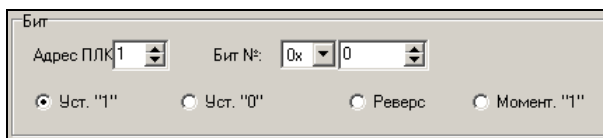

Рис. 4.9. Параметры настройки бит
10. При выборе позиции «Уст. бит» активируется группа полей «Бит», в которой следует задать функцию, которая будет выполняться при нажатии (см. рис. 4.9).